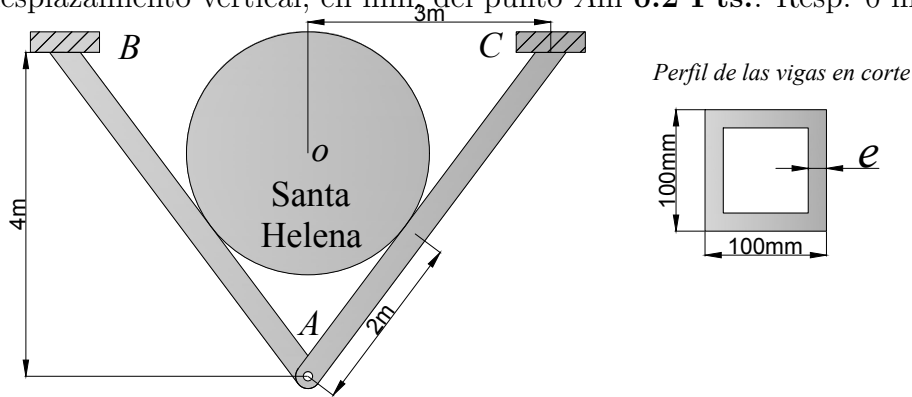

Figura 2: Sistema de almacenamiento de vino
**Problema 2.– (2.0 Pts.)** Se tiene una estructura de vigas en V (ver figura 2), la cual se usa para sostener una cuba de vino (centro de gravedad en  $o$ ). Las vigas se unen entre sí a través de un pasador en  $A$ , y están empotradas en el punto  $B$  y  $C$ . El peso de la cuba es de 15 kN, y todas las vigas son de acero SAE1045 ( $E = 210$  GPa,  $\sigma_y = 530$  MPa,  $\nu = 0.21$ ). Considere sólo el peso de la cuba y desprecie el efecto del roce. Se pide: